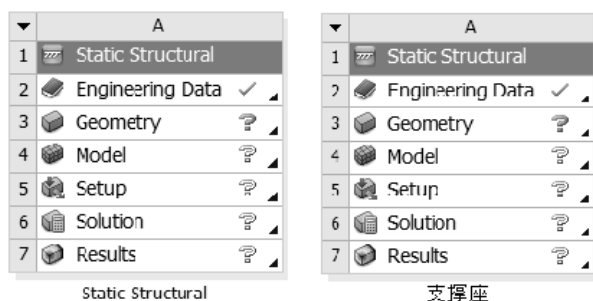

图 5-118 更改分析项目名称
Step2：双击 A 项目下部的 Static Structural 选项，将分析项目名更改为支承座，如图 5-118 所示。